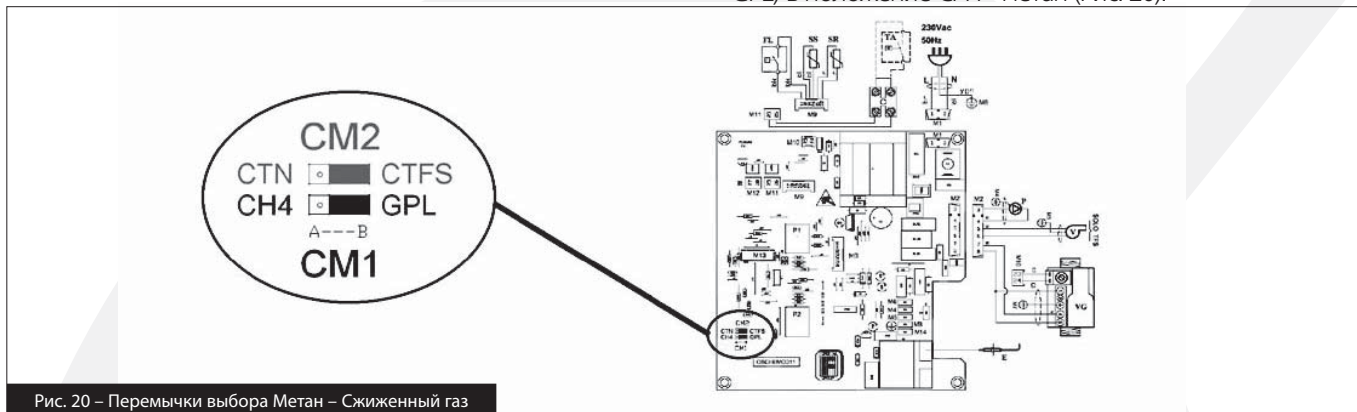
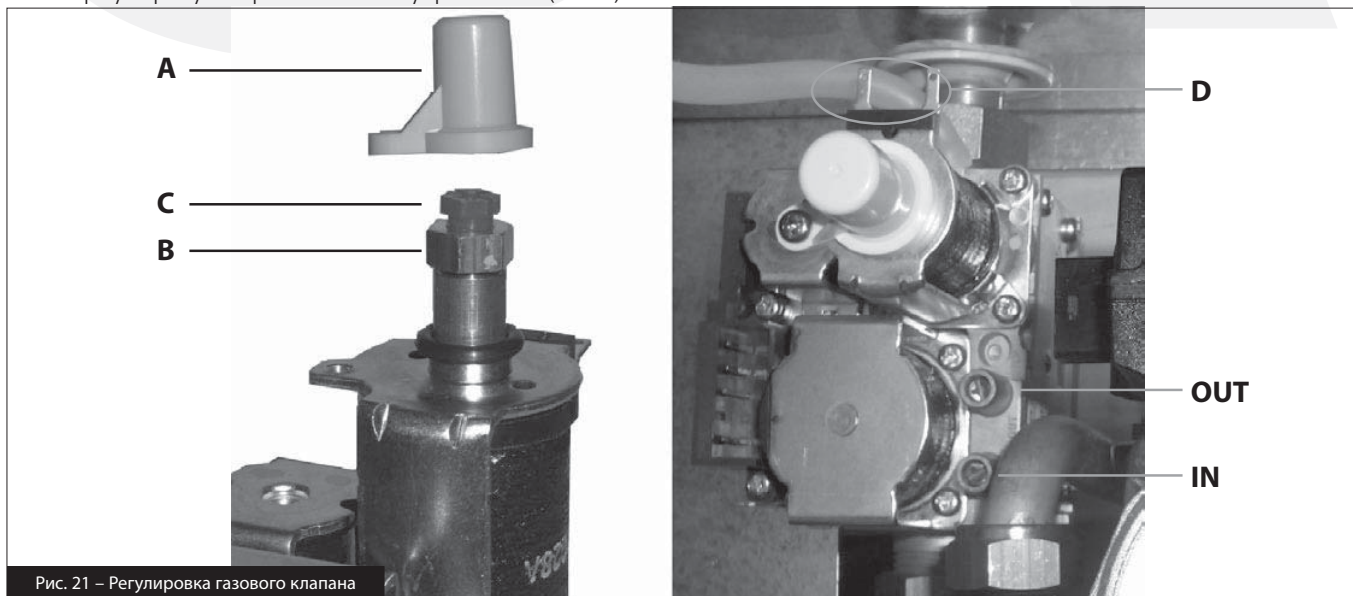

Рис. 20 – Переключки выбора Метан – Сжиженный газ
Рис. 21 – Регулировка газового клапана
- на электронной плате переместить переключку CM1 (CH4-GPL) в положение GPL - сжиженный газ (Рис. 20).
- на электронной плате переместить переключку CM1 (CH4-GPL) в положение CH4 - метан (Рис. 20).
- снять пластмассовый колпачок А (Рис. 21), расположенный на бобине модулятора, который защищает регулировочные винты регулятора давления;
- подсоединить микроманометр к штуцеру IN (Рис. 21) для проверки давления на входе газового клапана или к штуцеру OUT (Рис. 20) для проверки давления на горелке;
- для **УВЕЛИЧЕНИЯ** давления на горелке вращать латунную гайку В (Рис. 21) **ПО ЧАСОВОЙ СТРЕЛКЕ** и для **УМЕНЬШЕНИЯ** давления вращать ее **ПРОТИВ ЧАСОВОЙ СТРЕЛКИ**
- снять разъем с бобины регулятора D (Рис. 21);